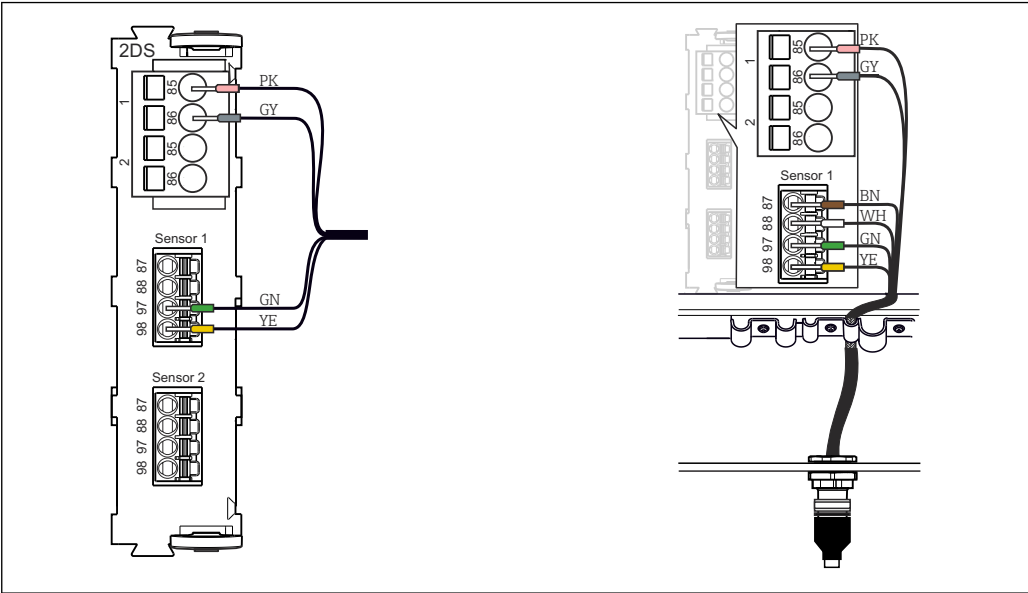

图 18 全光谱传感器直接连接输入端 (左图) ; 通过 M12 插头连接 (右图)
- ▶ 将进水口和排放口连接至安装支架的连接软管，参见→ 图 16, 图 18。